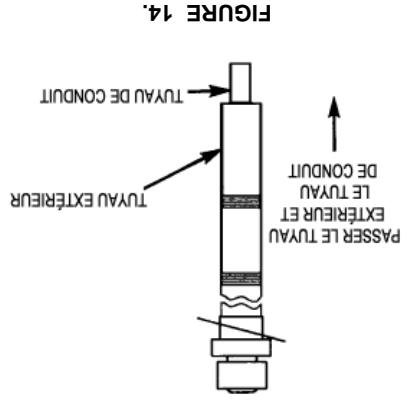

FIGURE 14.
3. Passez le tuyau extérieur de l'assemblage de la trémie de cheminée jusqu'à une longueur qui dépassera d'au moins 5,08 cm (2 po) sous la finition du plafond avant d'installer l'assemblage de la trémie de cheminée, voir Figure 14.